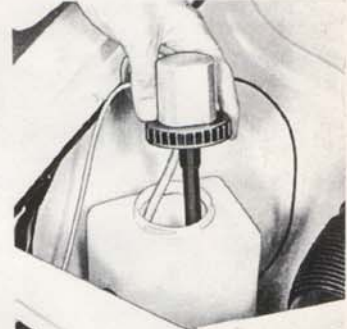

Bild 60. Vätskebehållare
4. Kontrollera att vätskebehållaren för vindrutespolaren är fylld (bild 60).